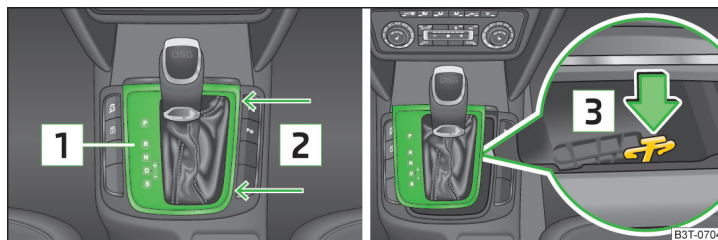

Abb. 192 Wählhebel-Notentriegelung
- › Die Abdeckung **1** im Bereich der Pfeile **2** » Abb. 192 fassen und vorsichtig nach oben ziehen.